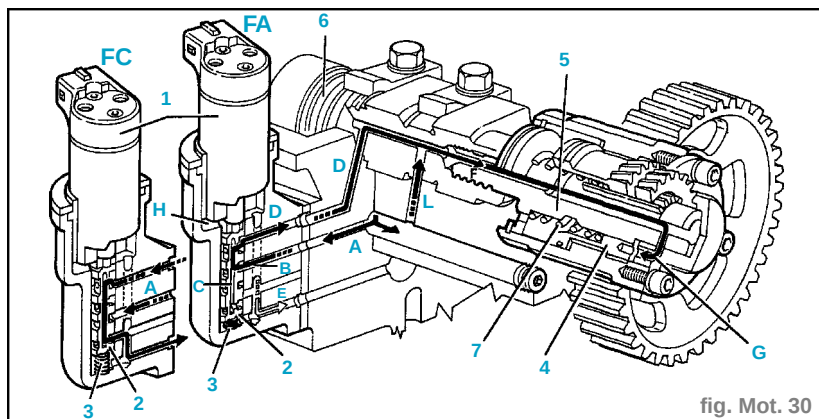

fig. Mot. 30
- Quand la phase fermée est demandée (ralenti et zone de puissance maximum), l'électro-aimant (1) est désexcité, donc le tiroir de la soupape (2)
poussé par le ressort antagoniste (3), reste soulevé, empêchant ainsi à l'huile qui arrive de la canalisation (A), d'atteindre le déphaseur (fig. Mot. 30).